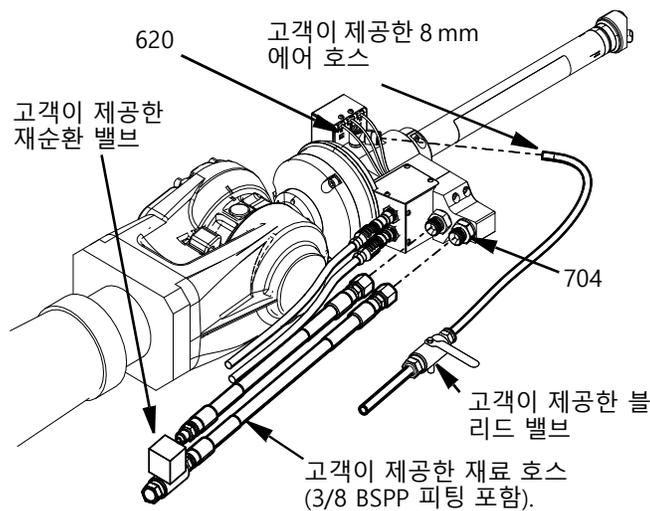

FIG. 6
에어 공급 장치는 8mm 폴리우레탄 호스로 Switch 3D Gun에 연결되어 스위블 하우징(619) 측면의 엘보 회전 피팅(620)에 연결됩니다. 고객은 에어 공급 장치와 Switch 3D Gun 연결 간에 에어 블리드 밸브를 설치해야 합니다. FIG. 6를 참조하십시오.
재료 공급 및 반환 호스는 3/8 BSPP 커넥터를 사용합니다. 재료 공급 호스는 "Inlet"이라고 표시된 포트에 연결됩니다. 재료 반환 호스는 "Return Inlet 2"라고 표시된 포트에 연결됩니다. 순환을 선택하지 않을 경우 Return Inlet 2 포트는 3/8 BSPP 플러그(132879)와 연결됩니다. 이중 재료를 선택할 경우 양쪽 연결부 모두가 흡입구입니다(반환 불가). FIG. 6를 참조하십시오.
- e. 고객이 제공한 재순환 밸브를 열고 재료 반환에 갇혀 있는 모든 에어가 제거될 때까지 밸브를 통해 재료를 퍼지하십시오. FIG. 6를 참조하십시오.
3. 블리드형 에어 밸브를 차단하여 에어 라인의 모든 에어 압력을 줄입니다. Fig. 6를 참조하십시오.
4. 노즐 팁 또는 재료 호스가 막히거나 위의 단계를 수행한 후에도 완전히 감압되지 않으면 3/8인치 BSPP 흡입구 피팅(704)에서 고객이 제공한 재료 호스를 아주 천천히 풀니다(Fig. 6 참조).